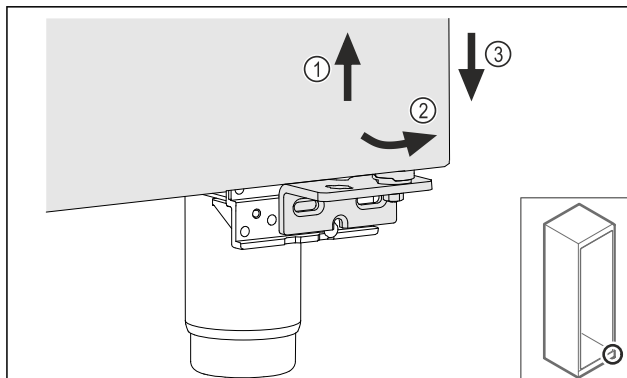

Fig. 16
- ▶ Løft døren litt Fig. 16 (1), vipp den fremover på den nedre delen Fig. 16 (2) og senk den ned Fig. 16 (3).